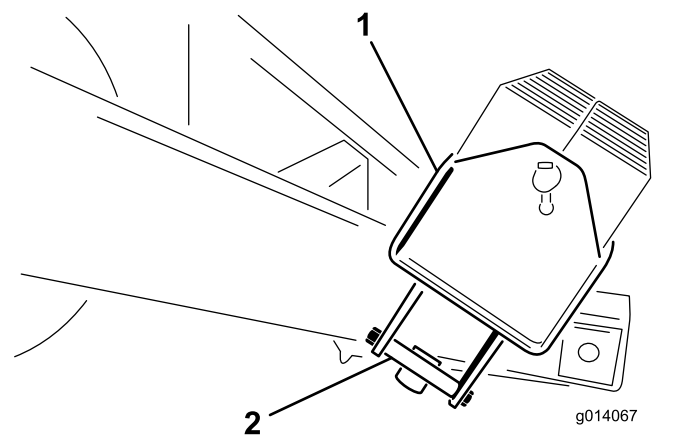

**Figura 4**
5. Inserite un bullone (1" x 6½") nel telaio e nel tubo dell'attacco di traino e fissatelo con un dado di bloccaggio (Figura 4). Serrate il dado di bloccaggio a una coppia di 976–1193 N·m.
6. Inserite un bullone (1" x 6½") nella parte superiore del telaio e verso il basso nel tubo dell'attacco di traino e fissatelo con un dado di bloccaggio (Figura 4). Serrate il dado di bloccaggio a una coppia di 976–1.193 N·m.